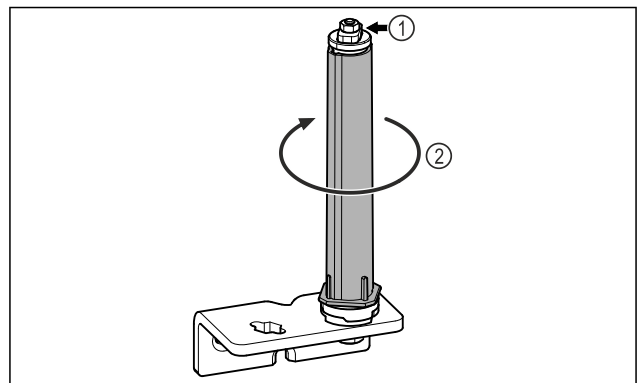

Fig. 28
- ▶ Ikke demonter dørlåsesystemet Fig. 28 (1).
- ▶ Drei låsesystemet Fig. 28 (2), til det klikker.